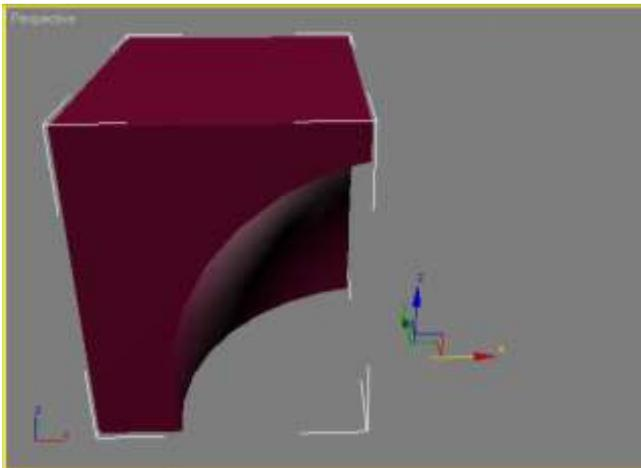

Рис. 4 – Объекты после выполнения булевой операции **Subtraction** (Исключение)
- **Subtraction (Исключение)**. Результатом булевого исключения двух объектов будет поверхность, состоящая из поверхностей первого и второго объектов, но не включающая в себя общие участки этих объектов (рис. 4).